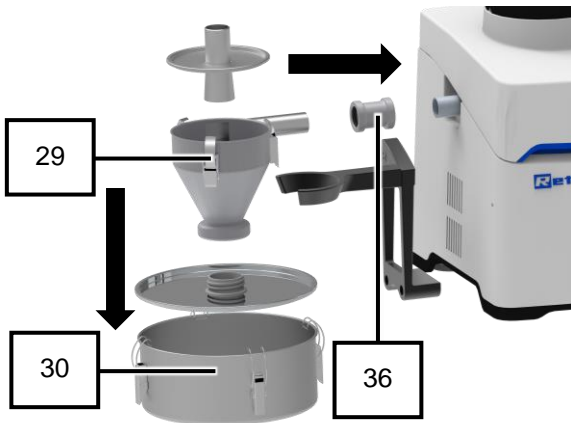

図 48: サイクロン分離器の構成部品
13. サイクロン分離器 (29) をホルダー (31) の二股部分に配置します (図 48)。
14. サイクロン分離器 (29) と排出口付きカセット (26.1) をカップリング (33) で接続します (図 48)。
**注記** まずカバーを閉じてから、カップリング (36) を固定します。カバーを閉じてから行わないと、排出口付きカセットが傾いてしまうことがあります。
- ➔ サイクロン分離器 (29) のノズルと収集容器 (30) のノズルの位置が一致した状態にします。
17. 収集容器 (30) をサイクロン分離器 (29) に取り付けます (図 48)。